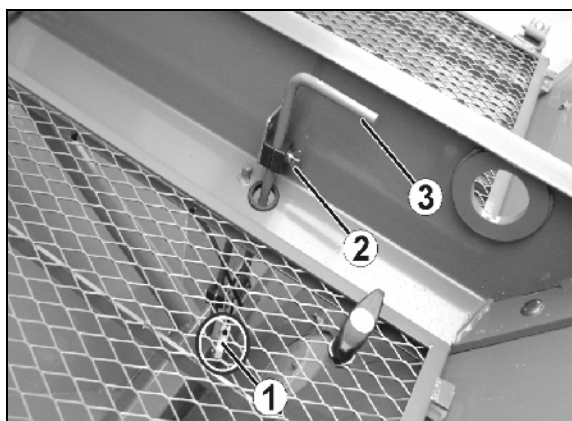

Fig. 90
1. Løsne vingemutteren (Fig. 90/2).
2. Bruk håndtaket (Fig. 90/3) til å stille inn ønsket høyde for nivåsensoren (Fig. 90/1).